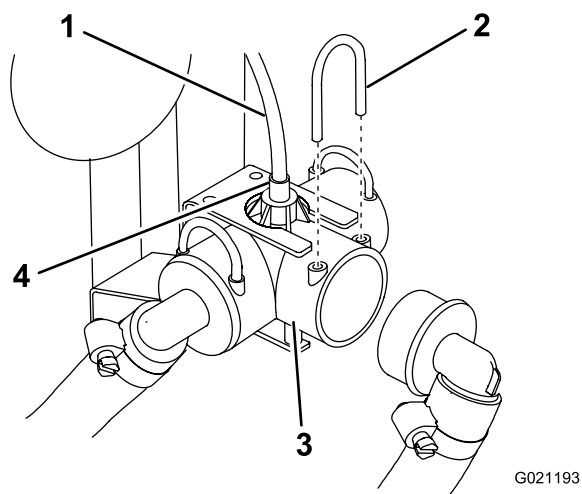

図 4
1. リテーナを外して、boomホースを液剤供給T字管から外す (図 4)。
ティングから、赤い水圧計用チューブを取り外す（図 4）。